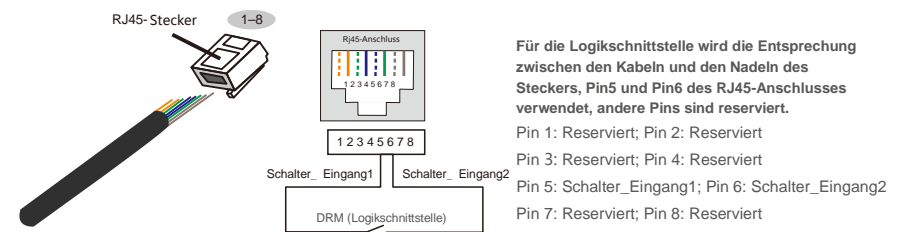

Abbildung 4.12 Abisolieren der Isolationschicht und Anschluss an RJ45-Stecker
2. Verwenden Sie den Netzwerk-Abisolierer, um die Isolierschicht des Kommunikationskabels zu entfernen. Schließen Sie das Kabel gemäß der Standardleitungsbelegung in Abbildung 4.12 an den RJ45-Stecker an und verwenden Sie dann ein Crimpwerkzeug für Netzwerkkabel, um es zu befestigen.